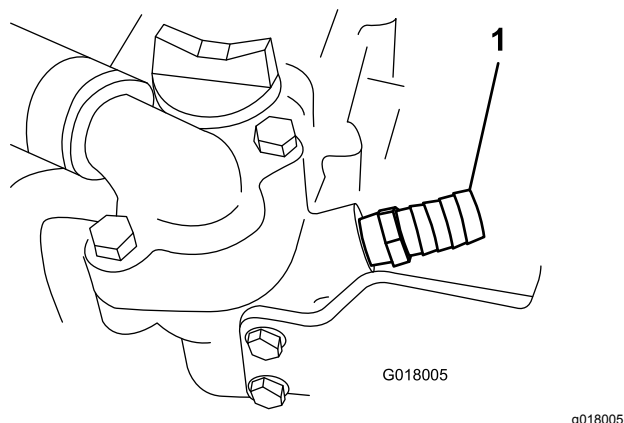

Figure 26
2. Installez un bac de vidange. Enlevez le bouchon sous et à l'avant du boîtier de thermostat, appliquez du mastic d'étanchéité sur le filetage du raccord droit (5/8"), et mettez-le en place sur la machine (Figure 26).